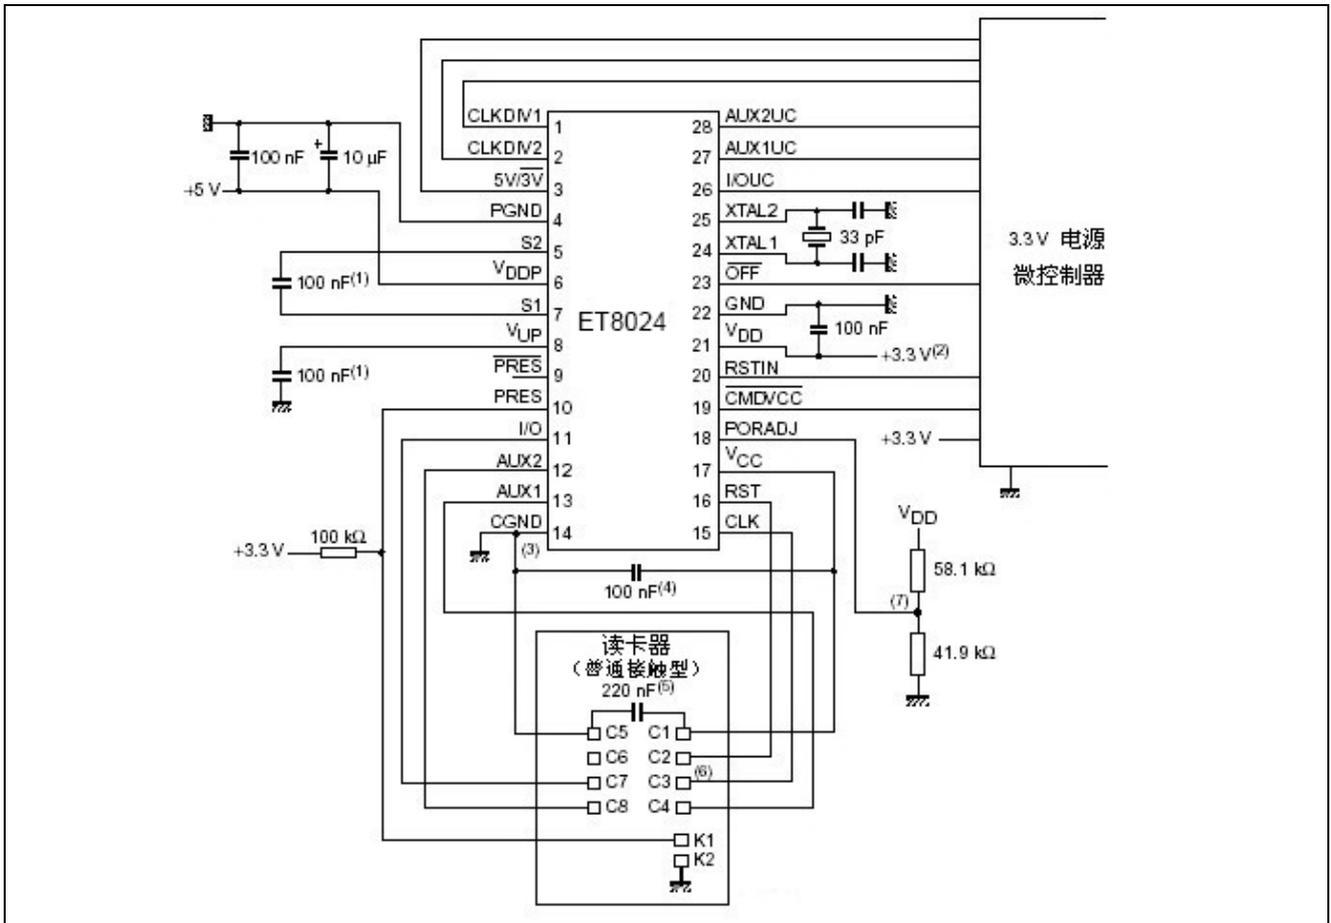

图 10 应用框图
- 3) 为了达到这种特性, V_{CC} 必须经由 2 个多层瓷片电容连接到 CGND, 这两个电容必须拥有较小的寄生电阻, 阻值为 100nF 和一个 100nF, 一个 220nF (见图 10)